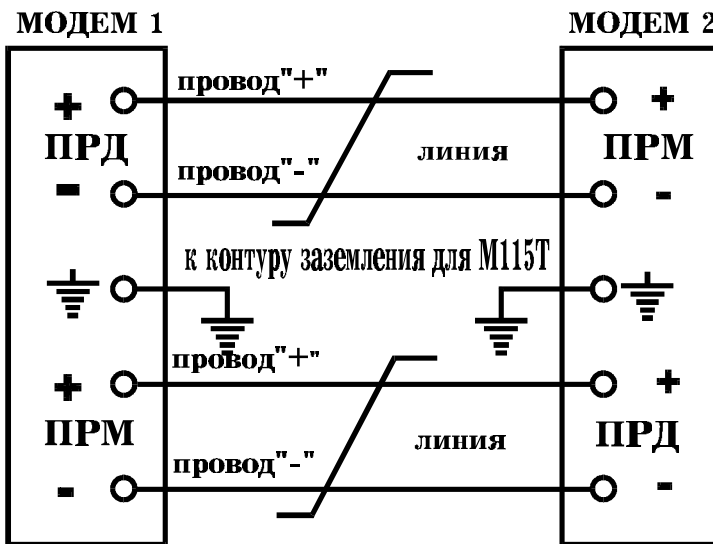

Рисунок 3
2. Выполнить соединение модемов в соответствии со схемой (см. Рисунок 3 на странице 8).